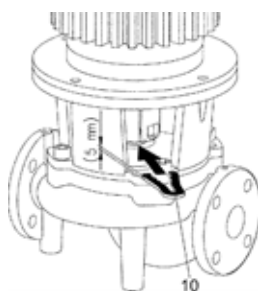

Fig. 19: Applicazione della forchetta di montaggio
- Spingere la forchetta di montaggio (Fig. 19, pos. 10) tra la lanterna e il giunto. La forchetta di montaggio deve essere applicata senza gioco.